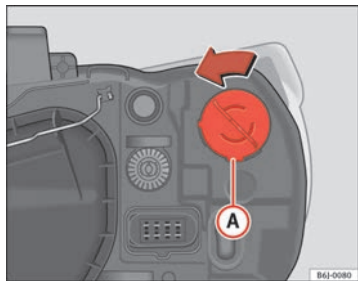

Abb. 140 Blinker bei
- Die Fassung ⇒ Abb. 140 **A** nach links drehen und ziehen.